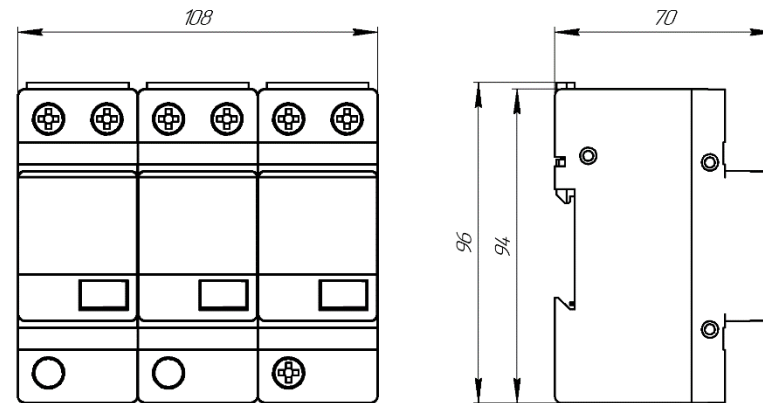
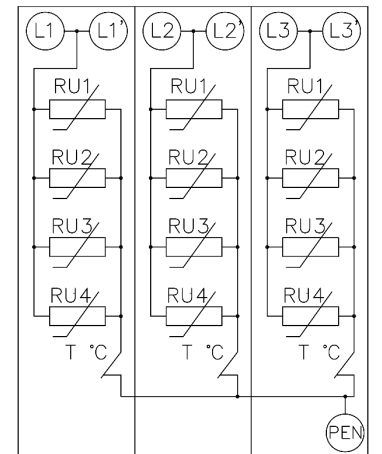

Рисунок 3 - Габаритные размеры УЗПИ без диагностическими контактами
Рисунок 4 - Принципиальная электрическая схема УЗПИ без диагностическими контактами
1.4.5 Габаритные размеры УЗПИ без диагностических контактов представлены на рис. 3. Принципиальная электрическая схема данных УЗПИ представлена на рис. 4.